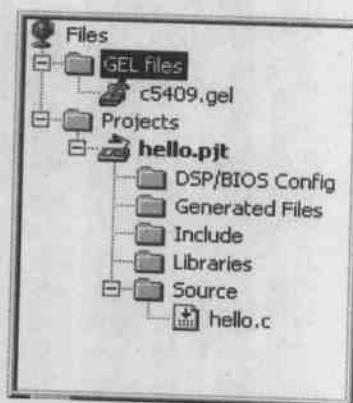

图 4.2 新建的 hello 工程
- (3) 在 Project 栏中,选择 Executable,在 Target 栏中选择 TMS320C54XX。这里假设 DSP 芯片 CPU 是 54XX 系列的。
- (4) 单击“完成”按钮,将在工程窗口中的 Projects 下面创建 hello 工程,如图 4.2 所示。